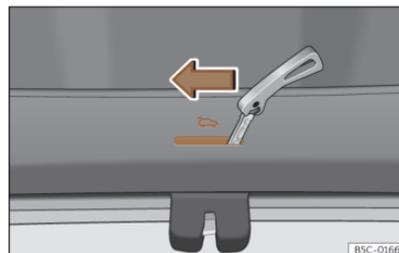

Fig. 90 Detalle del maletero: desbloqueo de emergencia.
- Introduzca el espadín de la llave en la ranura y desplace la llave en el sentido de la flecha hasta que la cerradura se desbloquee >>> **fig. 90.**